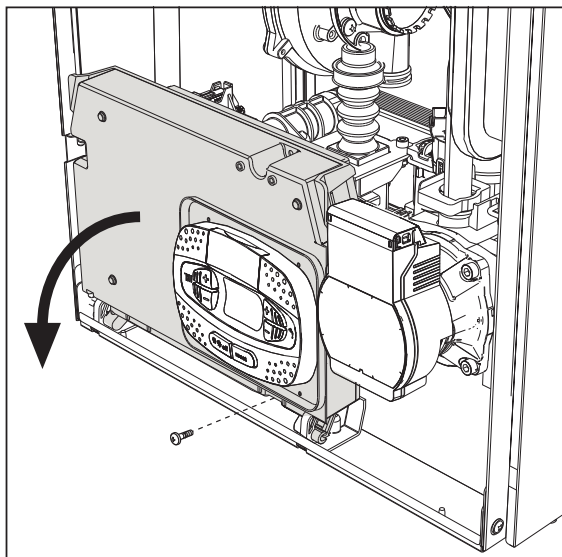
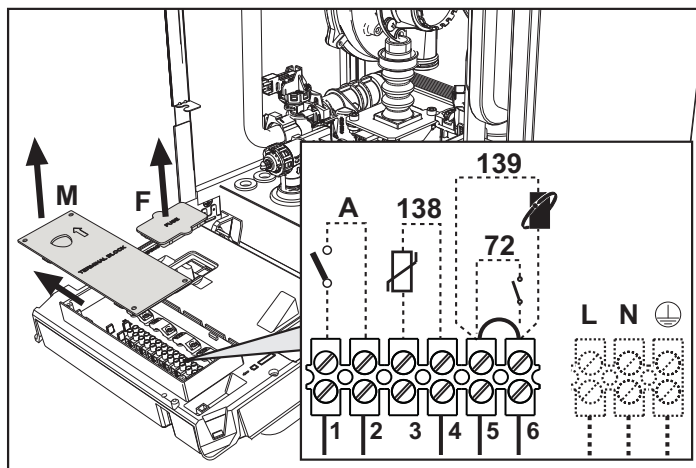

рис. 19
рис. 20
После снятия передней панели (*** 'Открытие передней панели' оп рае 83 ***) можно получить доступ к клеммной колодке (М) и предохранителю (F), действуя согласно нижеприведенным указаниям (рис. 19 и рис. 20). Клеммы, указанные на рис. 20, должны иметь чистые контакты (не 230В). Расположение зажимов и их назначение показаны также на электрической схеме на рис. 63.
Конфигурация выключателя ON/OFF (А рис. 20)